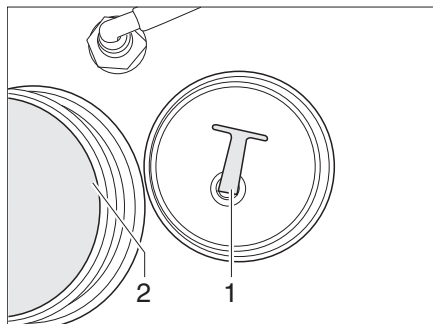

Fig. 285 Bouchon de fermeture
- Dévisser le bouchon de fermeture (Fig. 285,1) de l'ouverture de vidange (Fig. 285,2). L'eau s'écoule.